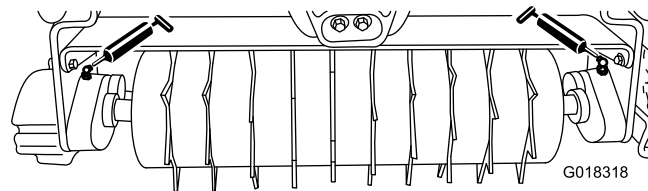

Figura 5
Lubrificare i 2 raccordi di ingrassaggio (Figura 5) su ciascuna unità dell'arieggiatore dopo ogni 15 ore di servizio utilizzando grasso universale n. 2 a base di litio. Per ottenere i migliori risultati si consiglia l'uso di un ingrassatore a pressione manuale.
2. Applicare il grasso sui cuscinetti dell'asse dell'arieggiatore finché non sentite la pressione (Figura 5).